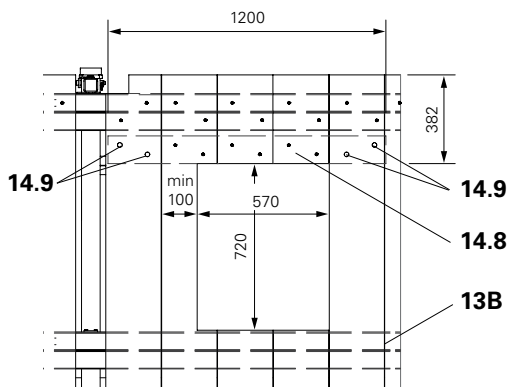
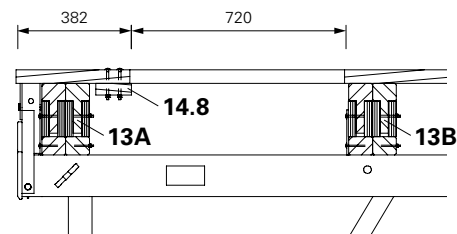

Fig. A2.03
Fig. A2.04
- Il travetto (14.8) deve essere avvitato con due viti a ciascuna tavola laterale. Vite a calotta piatta DIN 603 M8x100 MU (14.9) con rondella ISO 7094 100 HV A8. (Fig. A2.03 e Fig. A2.04)